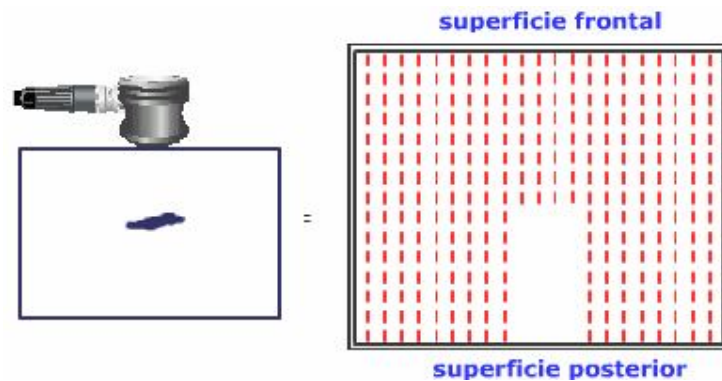

Figura 7. Barrido Tipo B (B-Scan)
2.3.2.2 Barrido Tipo B (B-Scan): Este barrido muestra una sección transversal del material inspeccionado. En la pantalla se tiene como referencia la superficie frontal y posterior del material así como la longitud y profundidad de las discontinuidades (Observe la figura 7).